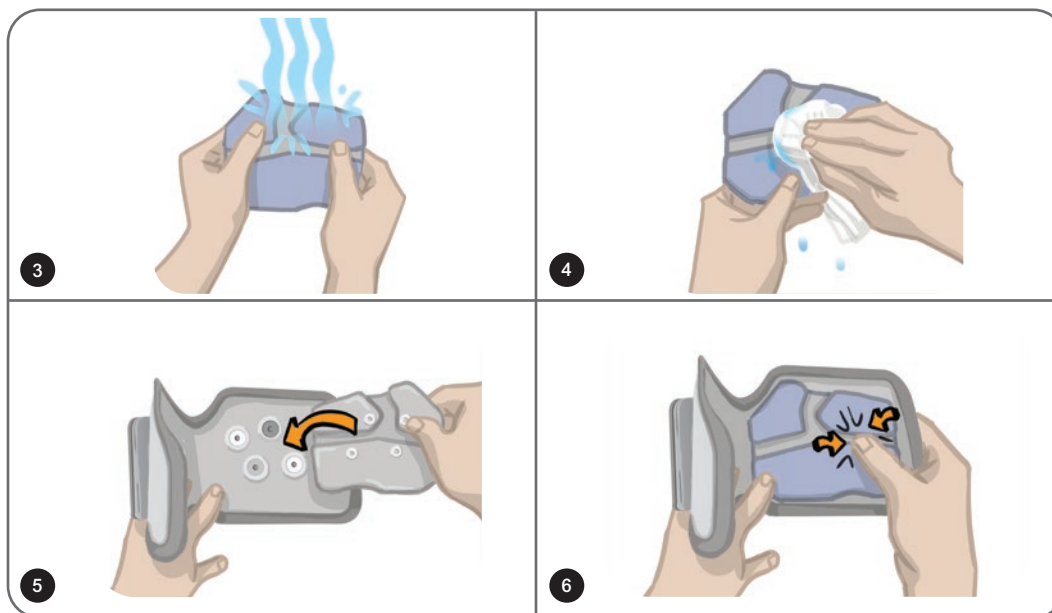

Figura 11-4: Sostituzione dell'elettrodo Steering
**Per sostituire gli elettrodi Steering: (Figura 11-4).**